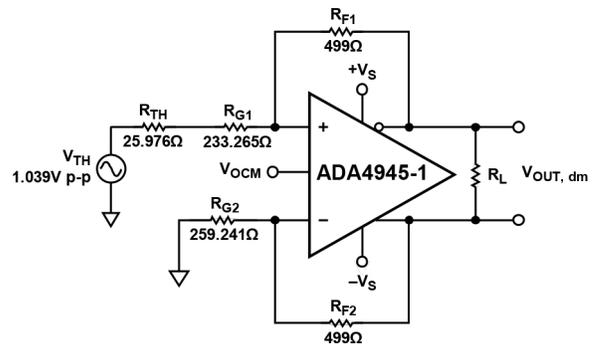
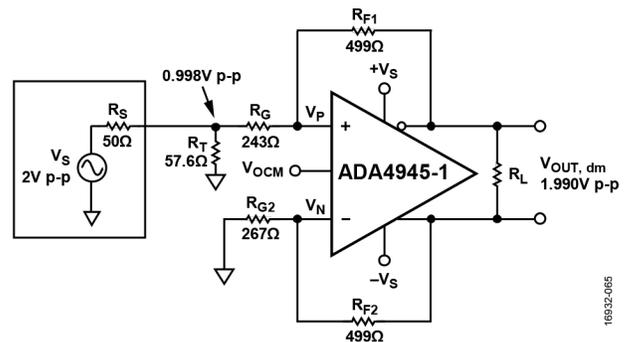

图108. 戴维宁等效值和匹配增益电阻
图109. 端接的单端转差分系统, $G = 1$
ADI公司的DiffAmpCalc™工具使用第一种补偿方法。使用第二种补偿方法, $R_{G2} = 259.241\ \Omega$, $R_{G1} = 259.241 - 25.976 = 233.265\ \Omega$ 。修改后的电路如图108所示。
5. 图108显示了具有匹配反馈环路的容易管理的电路, 可以轻松地对它进行评估。修改后的增益电阻 R_{G1} 会改变输入阻抗。使用上一次迭代的修改值 R_{G1} 重复第1至第4步数次, 直至 R_T 值与上一次迭代相同。经过三次额外迭代后, R_{G1} 的变化小于0.1%。图109显示了具有最接近1%电阻值的最终电路。